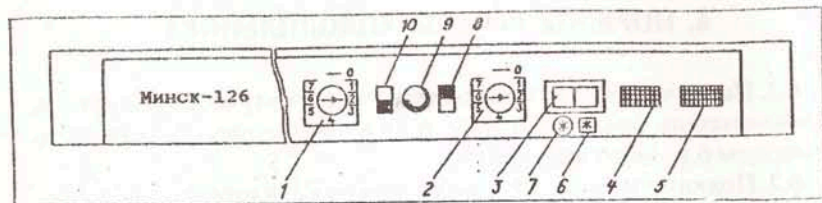
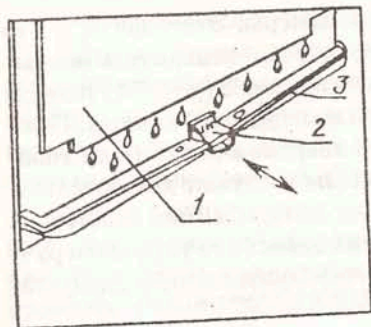

Рис. 6.1. Схема расположения приборов управления и сигнализации:
Рис. 7.1. Схема оттаивания испарителя холодильной камеры:
Рис. 3.1. Схема расположения камер холодильника и его комплектующих: А — морозильная камера; В — холодильная камера; 1 — решетка; 2 — форма для льда; 3 — полка; 4 — барьер; 5 — полка; 6 — бак с крышкой для мяса или рыбы; 8 — полка-стекло; 9 — сосуд для овощей или фруктов; 10 — ролик; 11 — болт; 12 — опора с гайкой; 13 — кронштейн; 14 — панель двери; 15 — барьер-полка; 16 — вкладыш для яиц; 17 — испаритель холодильной камеры; 18 — емкость с крышкой; 19 — лопатка; 20 — рамка морозильного отделения; 21 — шторка; 22 — кронштейн петли нижней; 23 — панель приборов управления и сигнализации (см. рис. 6.1); 24 — барьер для фиксации бутылок
6.1. Перед включением холодильника в электросеть установите переключатель режимов 3 (рис. 6.1) в положение, обозначенное символом 6 (режим хранения).
6.2. Подключите холодильник к электросети штепсельной вилкой сетевого шнура и поверните по часовой стрелке ручки терморегулятора 1 и 2 (рис. 6.1) в соответствии с п.б.3. В момент включения допускается незначительное содрогание корпуса холодильника. Это не должно быть причиной вашего беспокойства по поводу его исправности.
Появившийся зеленый сигнал, подаваемый лампой 3 (рис. 6.1), свидетельствует о том, что холодильник включен в электросеть. Одновременно появляется и красный сигнал, подаваемый лампой 5 (рис. 6.1), свидетельствуя о том, что в морозильной камере еще не достигнута температура, обеспечивающая качественное хранение продуктов. При достижении в морозильной камере необходимых температур для качественного хранения красный сигнал исчезнет.
6.3. Температурный режим в морозильной камере А (рис. 3.1) устанавливается поворотом ручки терморегулятора 2 (рис. 6.1), в холодильной камере В (рис. 3.1) — поворотом ручки терморегулятора 1 до совмещения стрелок с выбранными делениями на шкалах температурных режимов. Установка ручек терморегуляторов на деление 1 обеспечивает наиболее высокую температуру в камерах, на деление 7 — наиболее низкую. Повернуть ручку терморегулятора можно монеткой или отверткой, вставив их в паз ручки терморегулятора. Оптимальный температурный режим хранения продуктов подбирается в зависимости от загрузки холодильника и температуры окружающей среды. Рекомендуемое положение ручки терморегулятора 2 в диапазоне 2-4, ручки терморегулятора 1 — в диапазоне 2-4; при чрезмерном охлаждении продуктов — в диапазоне делений 1-2; при недостаточном охлаждении — в диапазоне 4-7.
часов до загрузки. Для этого переключатель режимов 3 (рис. 6.1) переведите в положение, обозначенное символом 7 (режим замораживания). При этом переключатель подсвечивается. В режиме замораживания компрессор холодильника работает непрерывно.
6.14. Если в холодильной камере нет продуктов или их мало, то в целях экономии электроэнергии установите ручку терморегулятора 1 (рис. 6.1) в положение "1" или "2".
ного на задней стенке холодильной камеры. Это означает, что каждый раз в период остановки компрессора испаритель покрывается каплями воды, которые стекают в лоток 3 (рис. 7.1) и затем через отверстие удаляются за пределы холодильной камеры. Такое периодическое оттаивание снегового покрова с испарителя холодильной камеры является обязательным и служит доказательством нормального функционирования холодильника. Частота и продолжительность циклов оттаивания зависят от установки ручки терморегулятора 1 (рис. 6.1), загрузки холодильника продуктами, температуры окружающей среды.
7.1.1. Грубым нарушением правил эксплуатации является попадание мелких частиц продуктов или упаковки этих продуктов в лоток для слива воды 3 (рис. 7.1). При этом может произойти засорение системы отвода воды и попадание ее внутрь холодильной камеры.
Частично для предотвращения засорения системы служит специальная предохранительная решетка 2 (рис. 7.1), которую необходимо в процессе каждой уборки извлекать и промывать водой из-под крана.
Если, несмотря на принятые меры, произошло засорение, необходимо произвести промывание системы слива. Для этого удалите предохранительную решетку 2 (рис. 7.1) и медленно залейте 200 г горячей воды в отверстие для слива воды. Извлеките сосуд для сбора талой воды 11 (рис. 4.2), вылейте воду и установите его на место. Повторите эту операцию несколько раз до тех пор, пока вода в сосуде не будет чистой.